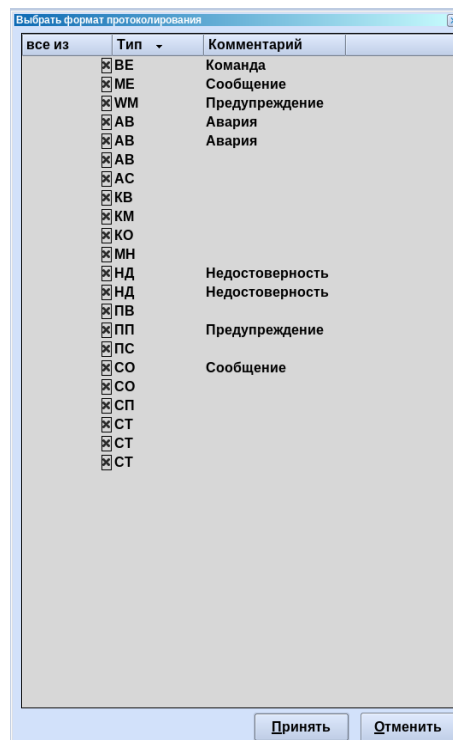

Рисунок 4.9 – Сохранение фильтра
2) Откроется диалог сохранения фильтра со списком ранее сохраненных фильтров (Рисунок 4.9). В поле «Имя» вводится имя фильтра латиницей. Для того чтобы сохранить фильтр доступным только для личного использования, пользователь должен назвать его в соответствии со своим логином. При необходимости в поле «Комментарий» вводится комментарий кириллицей.